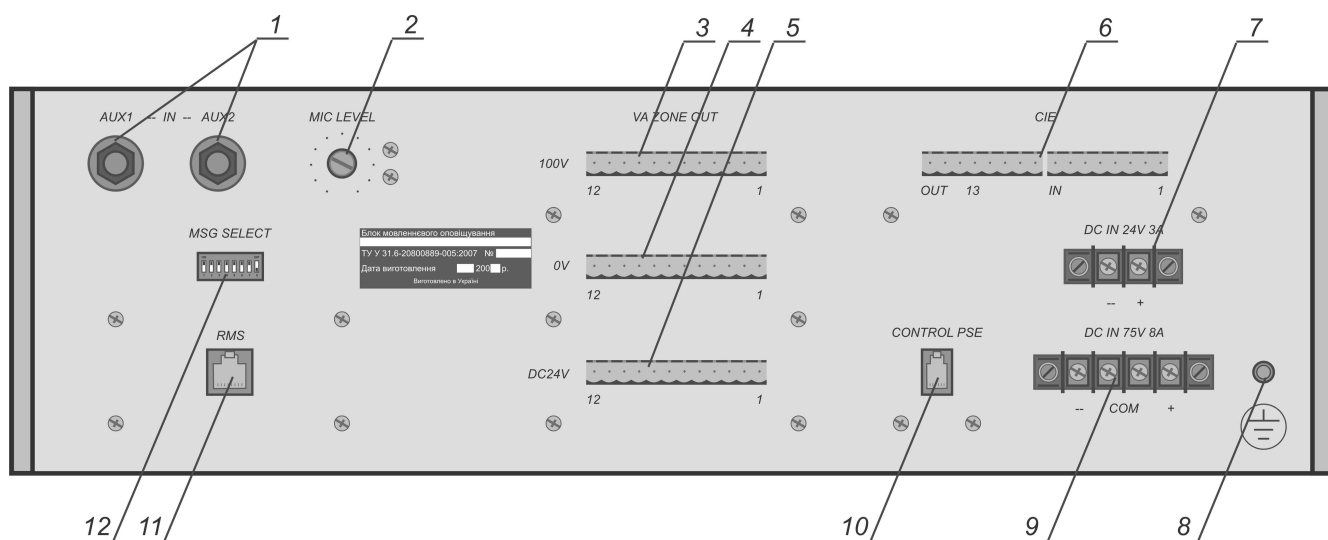

Рисунок 7
9.2 Размещение клемм и гнезд на задней панели блока БМО и их назначение приведено на рис. 7
10.1.3 Подключите к съемным разъемам поз. 3, 4, 5 рис. 7 линии зон оповещения (Зона оповещения Выход 100 В, 0 В,
- 10.1.6 Подключите к съемным разъемам «СІЕ 1 ÷ СІЕ 12 IN» (ППКП 1 ÷ ППКП 12 Вход) (поз. 6 рис. 7) оборудования линии связи от ППКП для запуска тревожных сообщений в зоны оповещения с №1 по №12 соответственно. Подключите резисторы 2,0 кОм (входят в комплект поставки оборудования) в соответствии со схемой подсоединения элементов оборудования (см. Приложение к ТО). Общий провод от ППКП подключите к разъему «СІЕ 13» (ППКП 13). Подключите линию обратной связи оборудования с ППКП к разъемам «СІЕ OUT» (ППКП Выход);